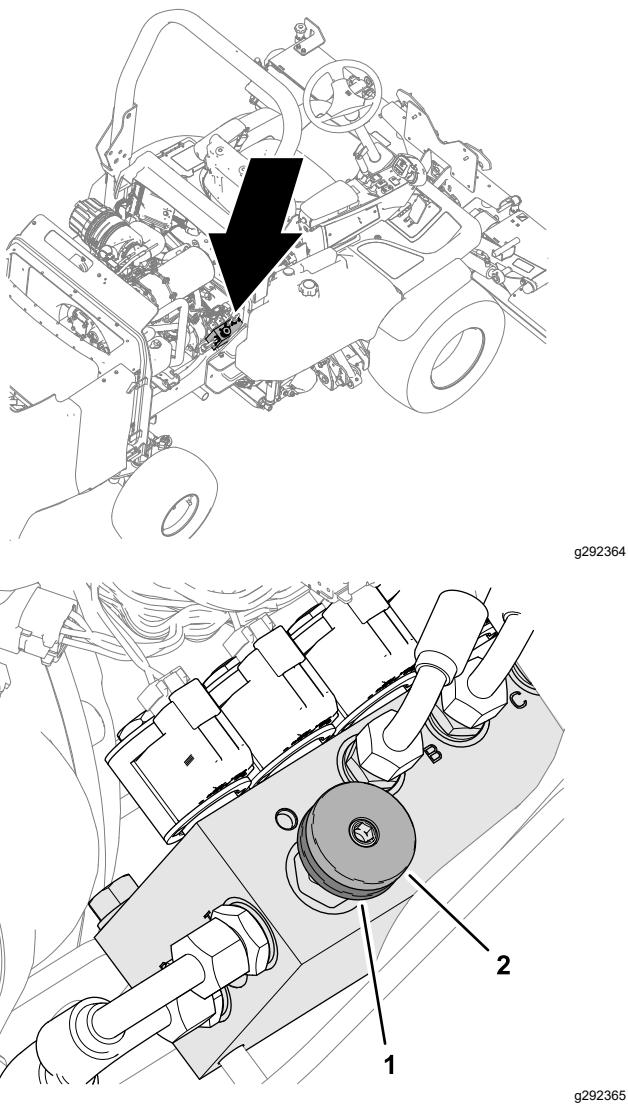

Figura 32
2. En el lado derecho de la máquina, afloje la rueda de bloqueo del distribuidor de transferencia de peso $\frac{1}{2}$ vuelta en sentido contrario al reloj sin mover la rueda de ajuste (Figura 32).
3. Gire la rueda de ajuste de la transferencia de peso (Figura 32) como se indica a continuación:
4. Apriete la rueda de bloqueo (Figura 32).